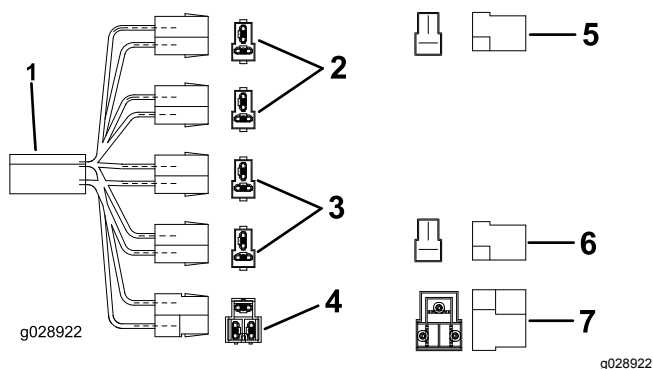

Bild 3
6. Verbinden Sie das Anschlusskabel mit dem Hauptkabelbaum der Maschine (Bild 3).
7. Schließen Sie einen schwarz-grünen Stecker am Anschluss des hinteren Blinkers und den schwarz-rot-orangen Stecker am Anschluss der Rückleuchte an (Bild 3).
7. Stecken Sie den Kabelbaum der Nummernschildlampe in eine Anschlussleitung auf der Rückseite der elektrischen Montageplatte; siehe Bild 3 in Befestigen der Rücklichteinheiten \(Seite 3\)